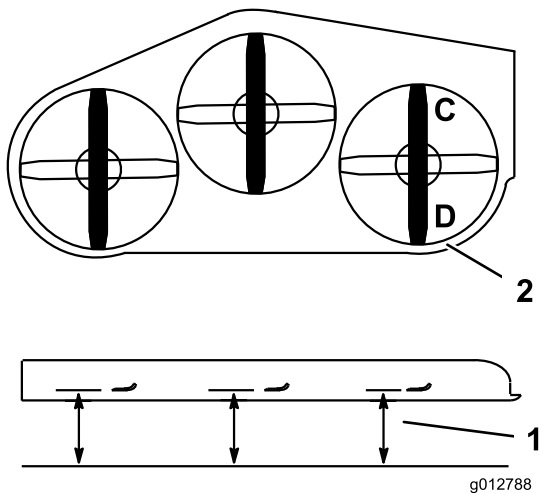

Figura 85
1. Disponete la lama destra in posizione longitudinale rispetto alla macchina (Figura 85).
2. Misurate la lama destra al punto **C** da una superficie piana fino al tagliente della punta della lama e annotate la misura rilevata (Figura 85).
3. Misurate la lama destra al punto **D** da una superficie piana fino al tagliente della punta della lama e annotate la misura rilevata (Figura 85).
4. La lama del tosaerba deve essere da 6 a 10 mm più bassa al punto **C** rispetto al punto **D** (Figura 85). In caso contrario eseguite la seguente operazione.